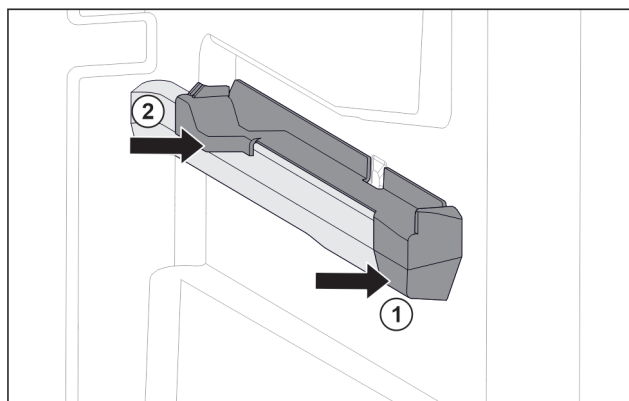

Fig. 63 Aufsteckteil auf der rechten Behälterrippe
- Aufsteckteil vorne an Behälterrippe ansetzen. Fig. 63 (1)
- Aufsteckteil hinten andrücken. Fig. 63 (2)